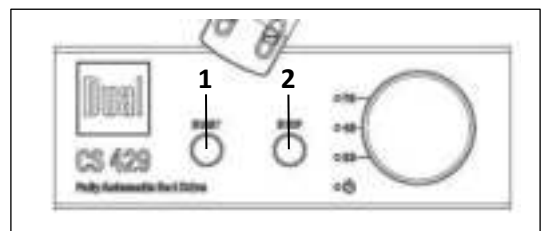

Abb.2
1. Den Netzschalter (8) einschalten. Die LEDs und „33“ leuchten blau. (Abb. 2).
3. Am Drehschalter (11) die gewünschte Geschwindigkeit **33, 45, 78** wählen. Die gewählte Drehzahl wird per LED angezeigt.
1. Den Netzschalter (8) einschalten. Die LEDs und „33“ leuchten blau. (Abb. 2)
2. Platte auflegen, bei Singles den Zentrierpuck aufsetzen und die Plattengröße einstellen (19).
4. Den Halteclip an der Tonarmablage lösen und die Start-Taste (1) drücken.
6. Der Abspielvorgang kann jederzeit mit der STOP-Taste (2) beendet werden. Der Tonarm kehrt zurück zur Tonarmablage. Die LED blinkt.